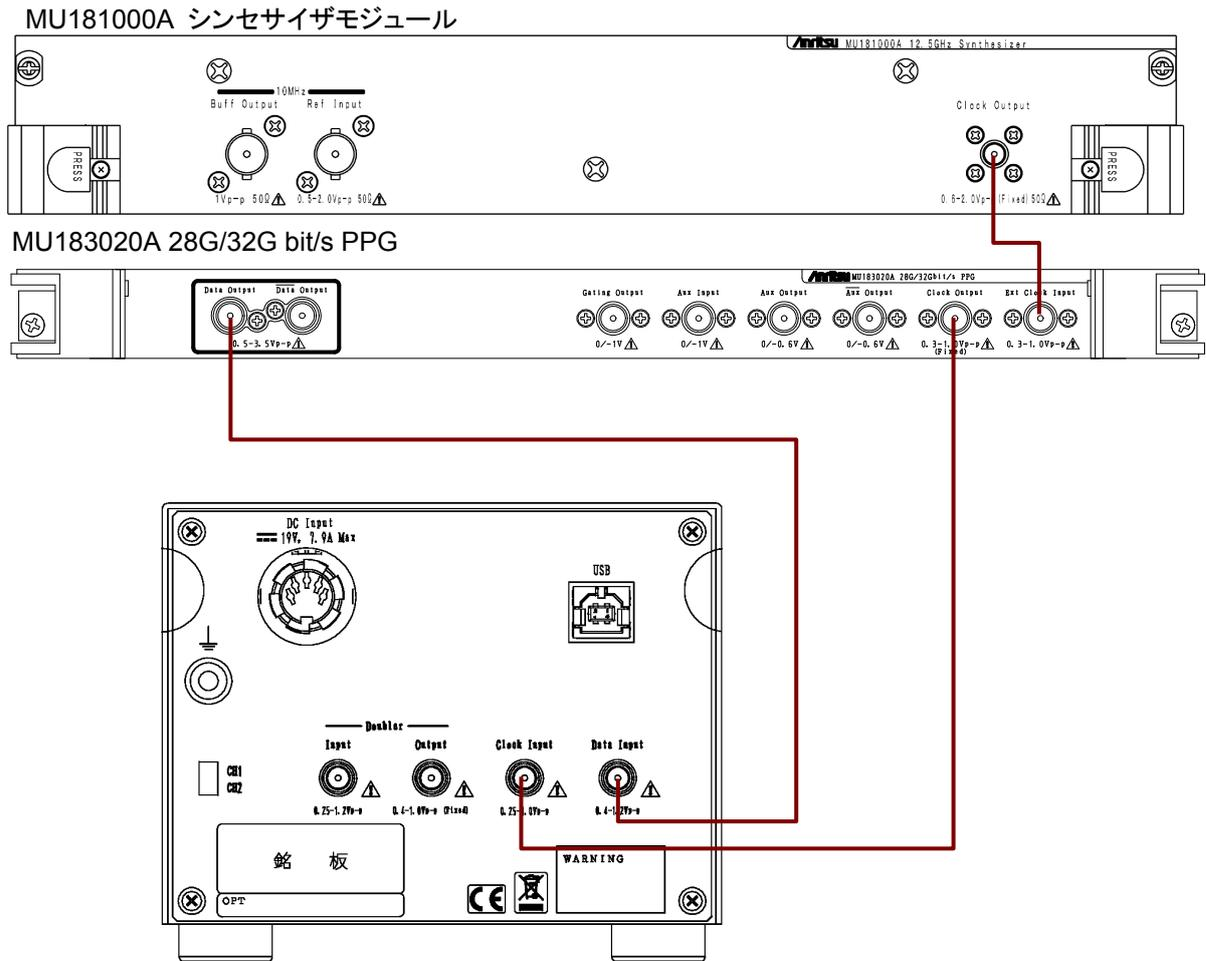

図3.3-8 MU183020A 28G/32G bit/s PPG との接続 (ビットレート 28.1~32.1 Gbit/s)
- 図 3.3-8 の接続では、MU183020A の Output Clock Rate を [Full rate] に設定してください。MU183020A の設定方法は『MU183020A 28G/32G bit/s PPG MU183021A 28G/32G bit/s 4ch PPG 取扱説明書』の「第 5 章 操作方法」を参照してください。